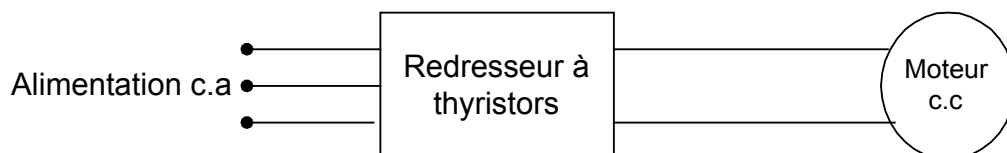

FIGURE 1-1 REDRESSEUR À THYRISTORS
- d'un **réseau alternatif** (monophasé ou triphasé) par l'intermédiaire de redresseur à thyristors (Figure 1-1);